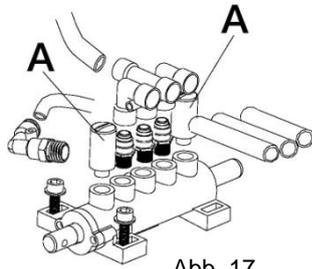

Abb. 17
- Die Ventile der Spannklaue und des Reifenabdrückers alle 6 Monate reinigen (Abb. 17).
- Schalldämpferventile des Abdrückers und der Spannklaunen abschrauben (Abb. 17)